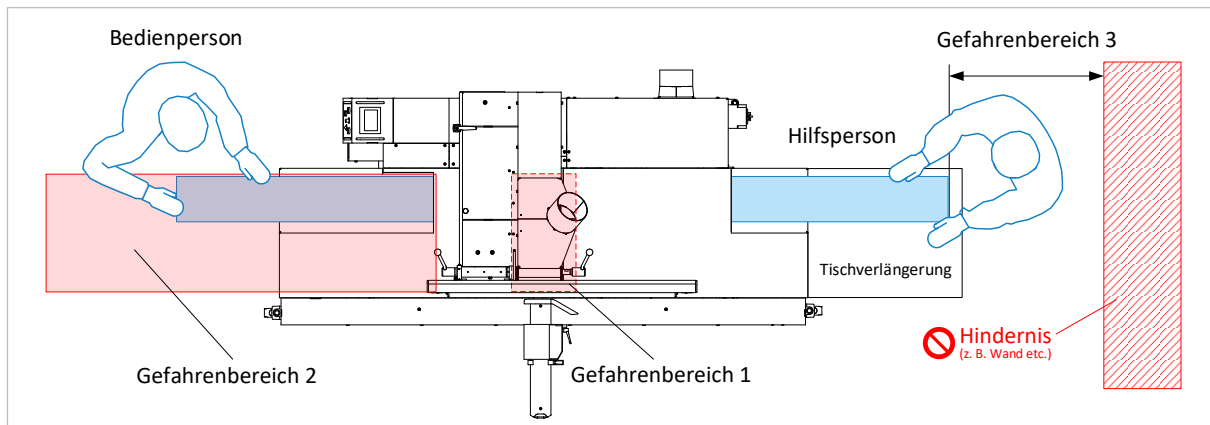

Abbildung 3: Gefahrenbereiche beim Dickenhobeln
- Die Bedierson der Maschine muss beim Dickenhobeln generell auf der Aufgabeseite der Maschine, in Schnittrichtung und mit dem Körper seitlich des Maschinentisches, stehen. Das Betreten des in ⇒ Abbildung 3 gekennzeichneten Gefahrenbereichs 2 ist bei laufender Messerwelle verboten.